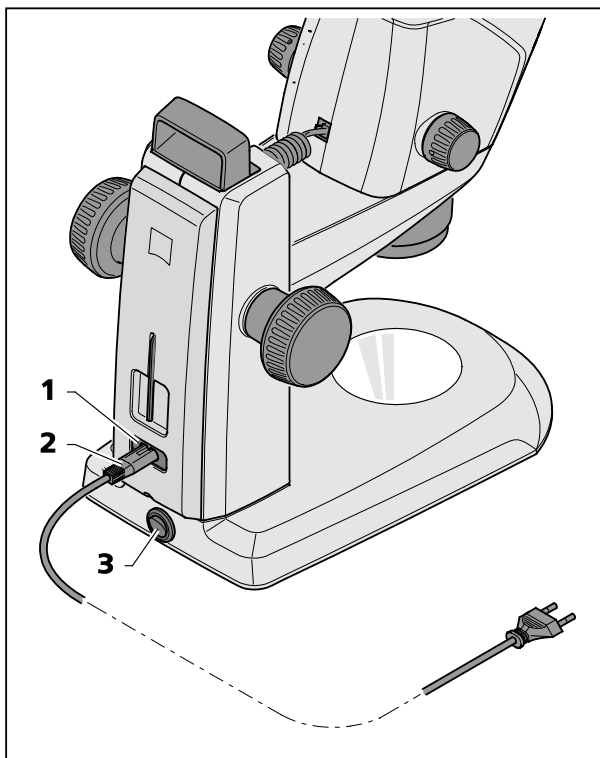

Figura 5 Allacciare il microscopio stereoscopico alla rete
- Inserire il cavo di rete (Figura 5/2) nella presa di collegamento alla rete (Figura 5/1) dello stativo.
- Connettere il cavo di rete (Figura 5/2) a una presa di rete.
- Accendere o spegnere il microscopio per mezzo dell'interruttore di rete (Figura 5/3).
- Accendere il microscopio stereoscopico, secondo il paragrafo 3.3, per mezzo dell'interruttore di rete (Figura 5/3).